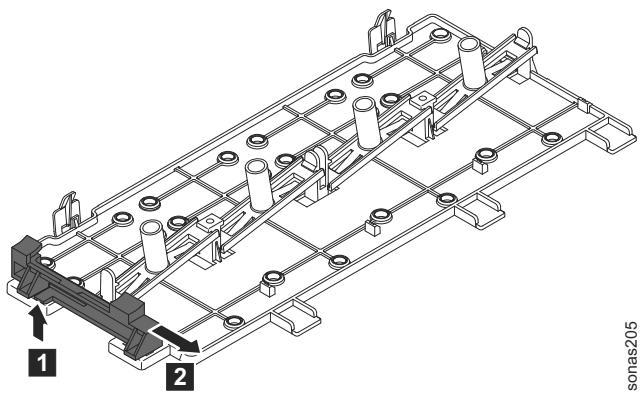

図 25. コントローラー背面の保持ブラケットの取り外し
- 2) 電源機構のあるバッテリー・ベイ内のコントローラー背面の保持ブラケットを取り外します。そのためには、解放タブを引き上げ **1**、ブラケットを外側に **2** スライドさせます。図 25 を参照。